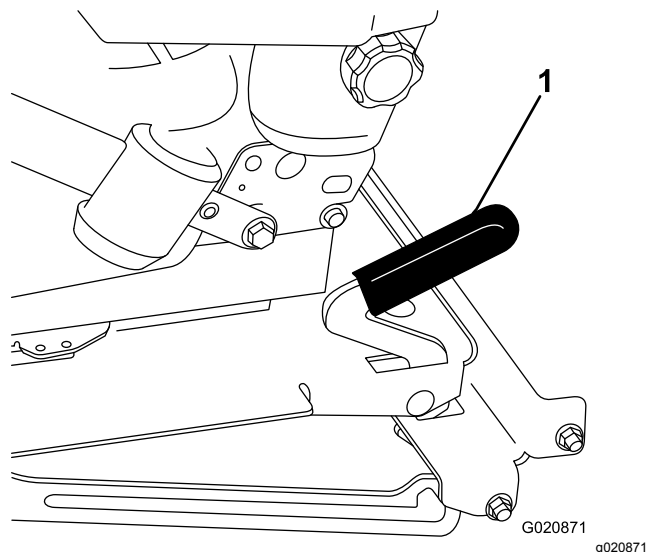

Figura 15
2. Per sbloccare il sedile tirate avanti l'apposito dispositivo di chiusura e sollevate (Figura 15).